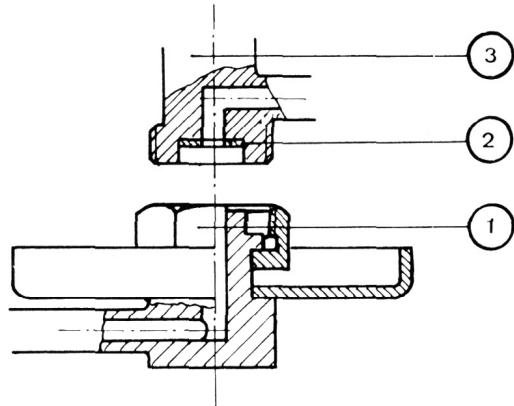

Fig 14
27. **Die Überwurfmutter** ① (Fig 14) dient zum Befestigen des Brenner-elementes ③ am Brennerarm.
L'écrou raccord ① (Fig 14) sert à fixer l'élément du brûleur ③ à la conduite des brûleurs.
Il dado di raccordo ① (Fig 14) serve per fissare la testa del bruciatore ③ al braccio.